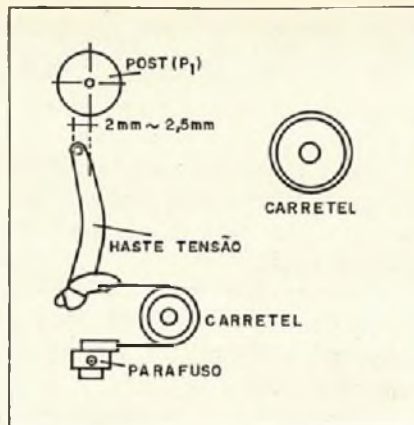

Figura 12
2. Verifique se o centro do poste de tensão está entre 2 mm a 2,5 mm do centro de P1, conforme a figura 12.